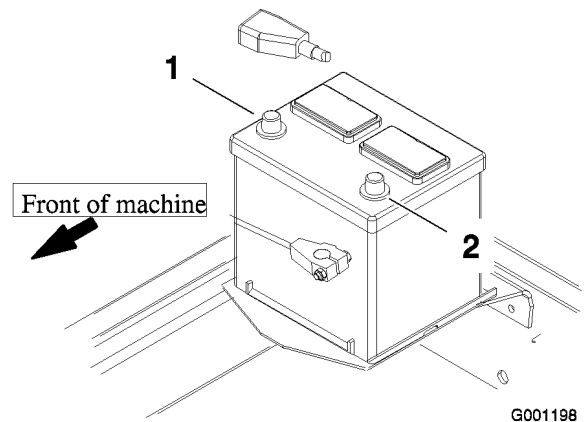

Figure 10
8. Commencez par raccorder le câble positif (rouge) de la batterie à la borne positive (+) puis raccordez le câble négatif (noir) à la borne négative (-) (Figure 10). Placez le capuchon protecteur sur la borne positive pour éviter les courts-circuits.